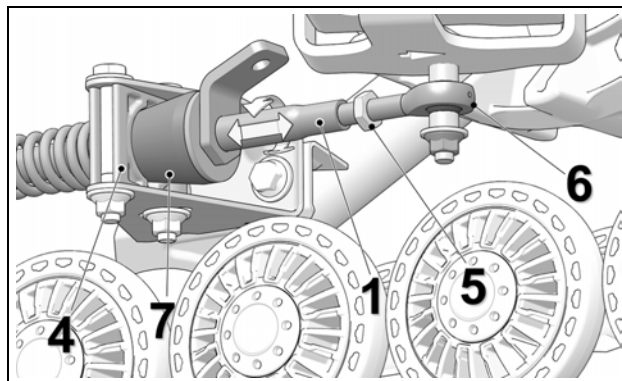

Figure 16
- Desserrer le contre-écrou (5). Ajuster la longueur de l'embout à rotule (6) en tournant le bras stabilisateur (1) jusqu'à ce que le cône de caoutchouc (7) touche légèrement au support pivotant (4). Figure 16.